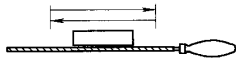

图 10
(11) 主动锉削 把扁锉刀作为被动体装夹在台虎钳上,将形体较小的工件作为主动体用手握持放在锉刀面上采用纵向推动或拉动进行加工的一种锉法(如图10所示)。